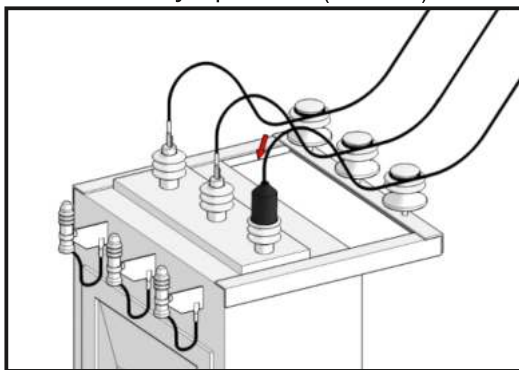

Рис. 57.
11.3.11. Надеть и закрепить колпак ПЗУ-6-10кВ-ТРК-НГ средствами крепления входящие в комплект устройства (Рис. 57).